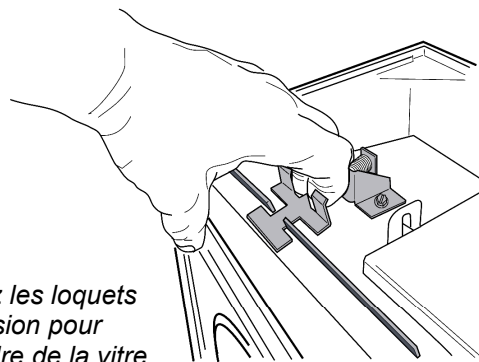

Figure 39. Désengagez les loquets de compression pour retirer le cadre de la vitre
2. **Retirez le cadre vitré.** Désengagez les deux loquets de compression situés au haut de la chambre de combustion, et soulevez le cadre vitré pour le retirer du poêle. Voir fig. 39
9. **Réinstallez le cadre vitré.** Insérez le cadre vitré dans la fente devant le bas de la chambre de combustion. Assurez-vous de pousser le cadre et de l'insérer bien au fond de la fente, en vérifiant que le joint au haut du cadre arrive à égalité avec le haut de la chambre de combustion. Voir fig. 39.